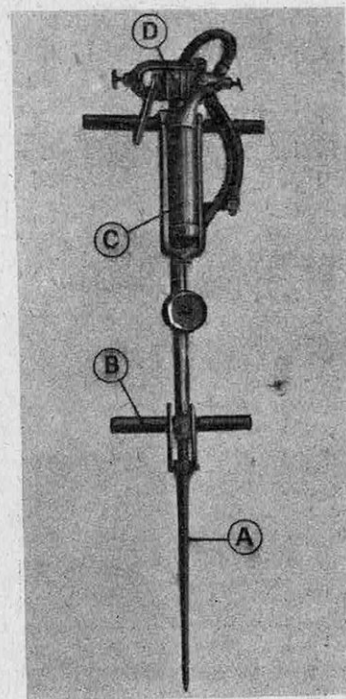

FIG. 8. — LE PAL INJECTEUR-DOSEUR AUTOMATIQUE MAPIC
On sait (1) comment on détruit les insectes nuisibles par l'injection de sulfure de carbone dans le sol. Le même procédé peut être appliqué à la fumure, grâce à un pal injecteur spécialement étudié à cet effet (fig. 8). Il comprend essentiellement une aiguille tronconique creuse A, percée à sa partie inférieure de petits orifices et terminée par une pointe très dure facilitant sa pénétration dans le sol ; celle-ci est obtenue au moyen d'étriers B permettant d'enfoncer le pal à la manière d'une bêche. Un dispositif spécial permet d'ailleurs de retirer aisément l'aiguille coincée dans le sol. Le dosage des engrais est automatiquement obtenu